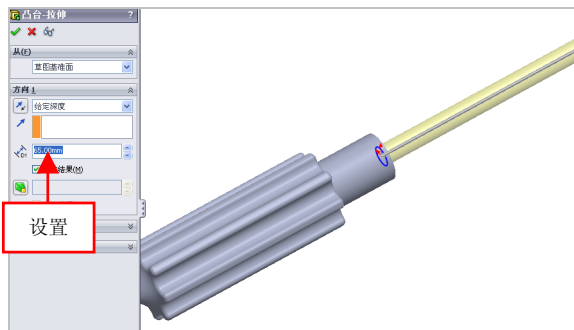

图 14-12 设置参数值
(4) 退出草图绘制环境，单击【拉伸凸台/基体】按钮，选择新绘制的草图，弹出【凸台-拉伸】属性管理器，设置【深度】为 65，如图 14-12 所示。